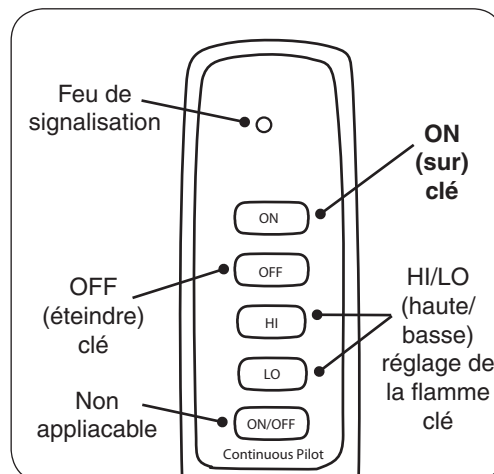

Fig. 32-3 Détail de la télécommande
3. Localisez la télécommande et appuyez sur la touche **ON** (voir Fig. 32-3). La séquence d'allumage commence.